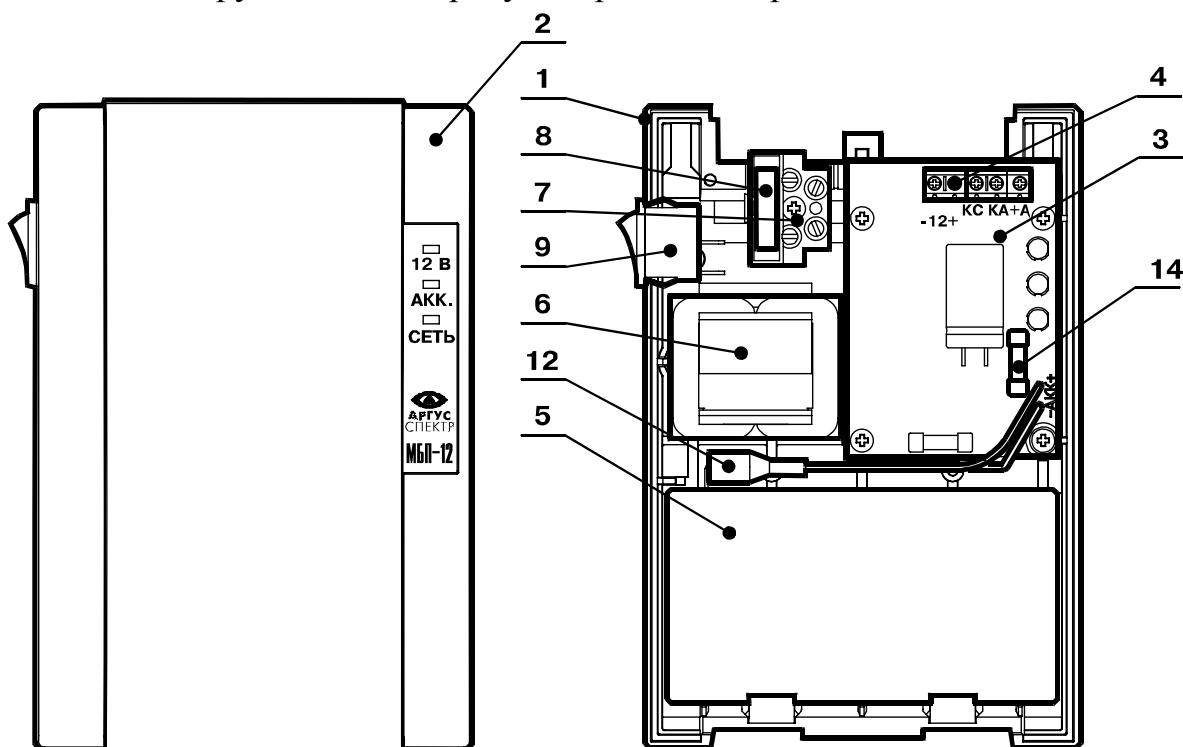

Рисунок 1 – Внешний вид МБП
5.1 Основными конструктивными элементами МБП (рисунок 1) являются основание 1 и крышка 2 корпуса; плата 3 с контактной колодкой 4; аккумуляторная батарея 5, трансформатор 6 и колодка 7 с держателем 8 сетевого предохранителя.
8.5 Выход "+A" рассчитан на кратковременное питание потребителей повышенным током от встроенного в МБП аккумулятора через предохранитель 3,15 А, установленный на плате (рисунок 1, поз. 14).